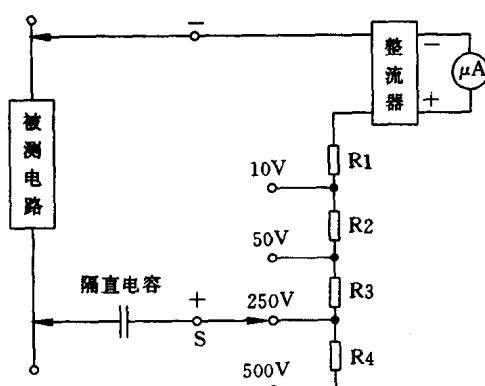

图 1.1.7 音频电平测量原理示意图
音频电平的测量方法与交流电压的测量方法相似，所不同的是在测量过程中，在与标有“+”符号的表笔插孔① 插接的红表笔上，需要串接一只容量大于 $0.1\mu F$ 、耐压值大于 400V 的隔直电容器后，方可两表笔跨接在被测电路中，见图 1.1.7。